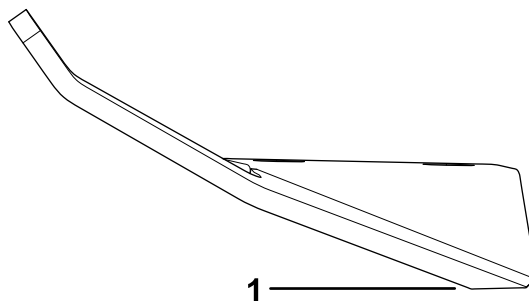

Рисунок 108
1. Заточите напильником или инструментом для заточки режущую кромку на обоих концах ножа в сборе (Рисунок 108).
Примечание: Если нож в сборе не сбалансирован, удалите некоторое количество металла с тяжелого конца ножа только в области загиба (Рисунок 108).